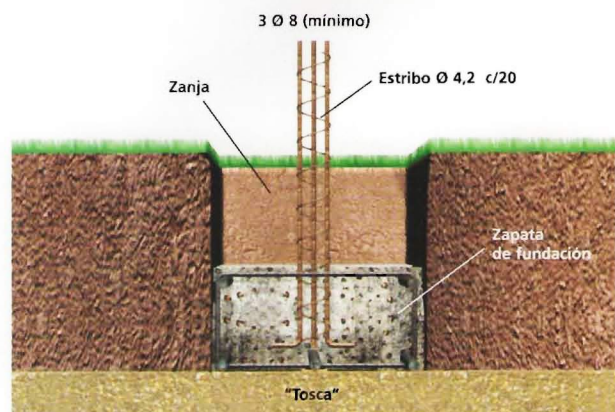

Fig. 3 Ubicación "pelos" en espera
- En los cimientos habrá que dejar varillas de acero en espera o "pelos" para los futuros encadenados verticales de los Bloques Columna BC (Fig. 3).